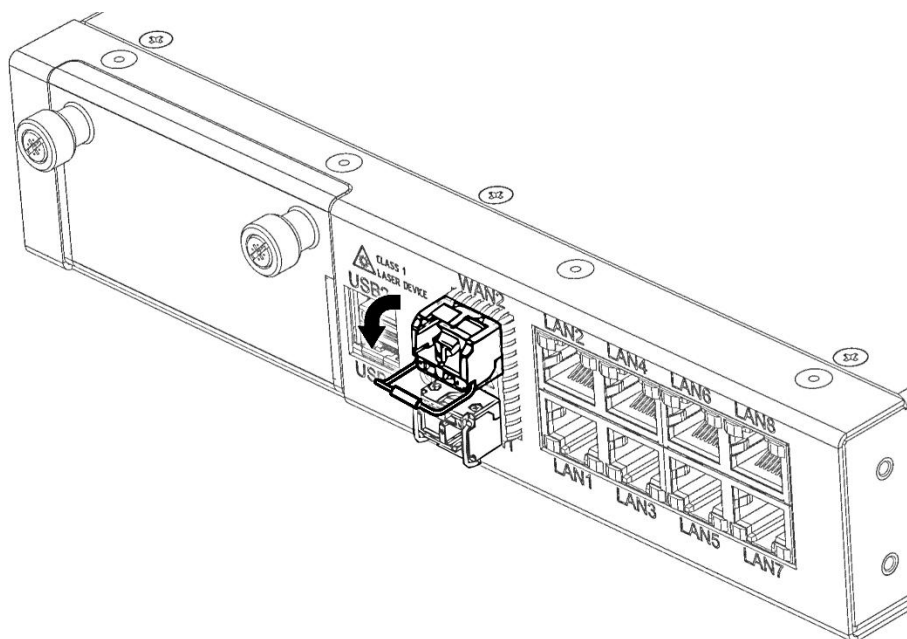

Рисунок 63 – Разблокирование удерживающей защелки
- разблокируйте удерживающую защелку, откинув рукоятку трансивера (рисунок 63);